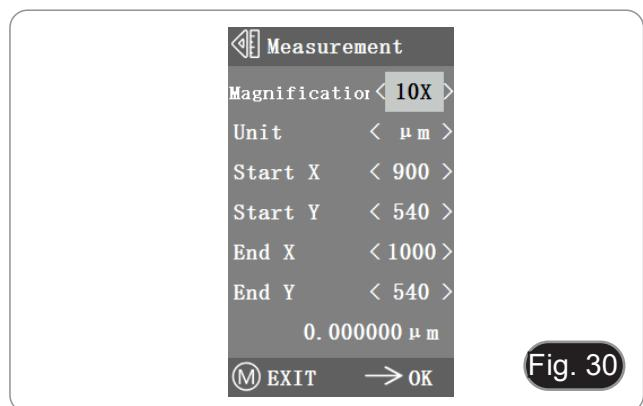

Fig. 30
- 3. Spostare il punto iniziale e finale della posizione X e Y premendo \leftarrow e \rightarrow : la lunghezza della misurazione viene visualizzata in tempo reale. (Fig. 30)